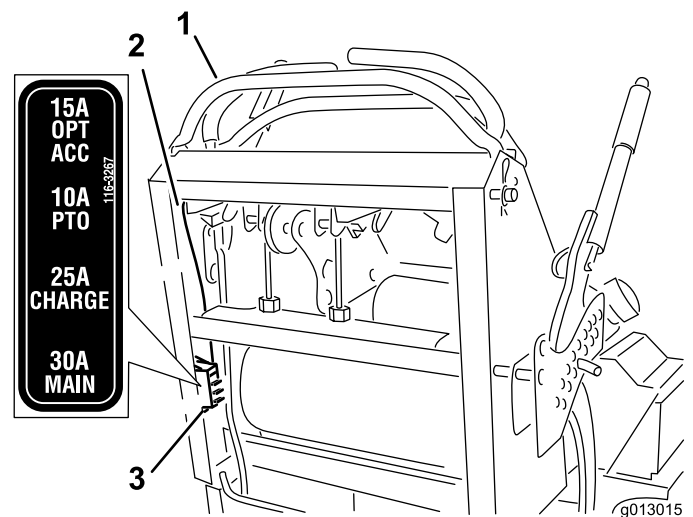

Figure 52
- Tirez le fusible pour le sortir et le remplacer (Figure 52).